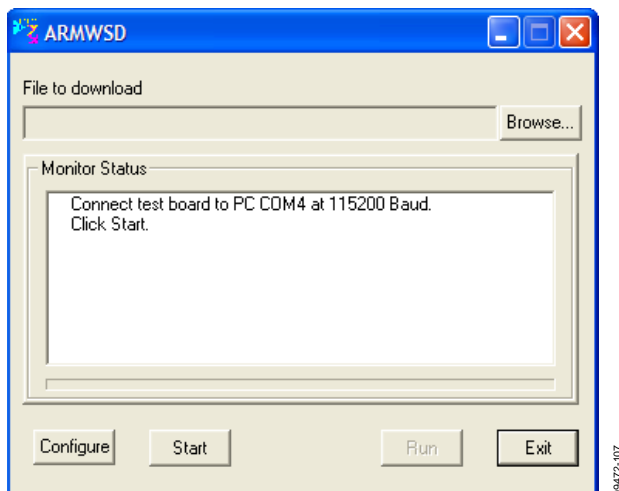

図 8. ISEB ARMWSD ファームウェア・ダウンローダ
2. **Firmware Utility** フォルダ内の **ARMWSD.exe** プログラムを実行します。図 8 に示すようなダウンローダが表示されます。
COM ポートを選択したら、**OK** をクリックして変更を確定し、**ARMWSD** ボックスに戻ります (図 8 を参照)。これでダウンローダの設定は完了です。ファームウェアを書き換えるには、以下の手順に従いダウンローダと ISEB メインボードを操作して下さい。
1. **ARMWSD** ボックス (図 8) の **Start** をクリックしてダウンローダをダウンロード待ち状態にします。
4. ダウンロードの処理が失敗すると、**Monitor Status** ボックス (図 8) 内にそのことが表示されます。この場合は、ステップ 1~3 を繰り返してダウンロードを再実行してください。
5. ダウンロードが正常に終了したら、**Run** (図 8) をクリックします。